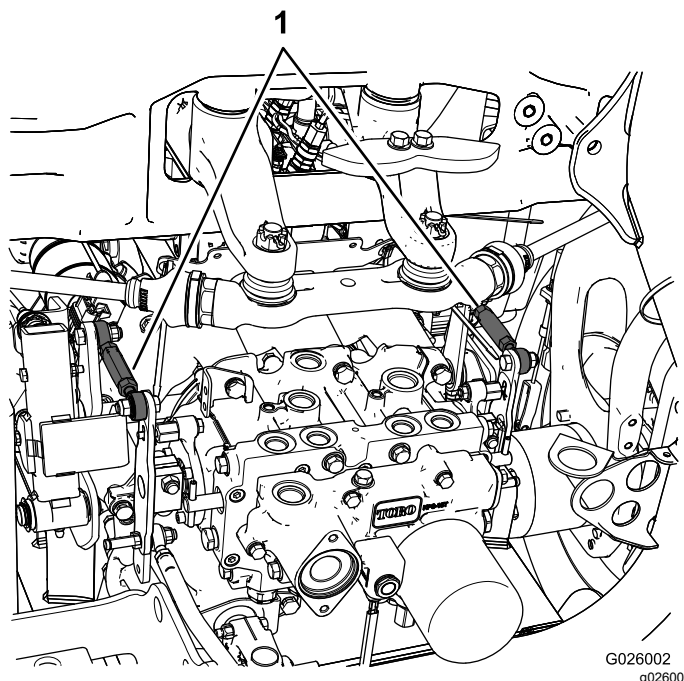

Рисунок 46
- Если вращается левое заднее колесо, ослабьте контргайки на левой тяге управления трансмиссией (Рисунок 46).